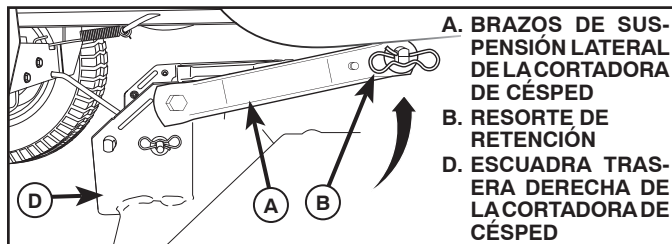

Fig. 12
6. INSTALE LOS BRAZOS DE SUSPENSIÓN LATERAL DE LA CORTADORA DE CÉSPED (A) EN EL CHASIS (Vea Fig. 12)
- Ubique el agujero delantero del brazo de suspensión lateral (A) sobre la chaveta en la parte exterior del chasis del tractor y asegure con una arandela grande y un resorte de retención grande (B).